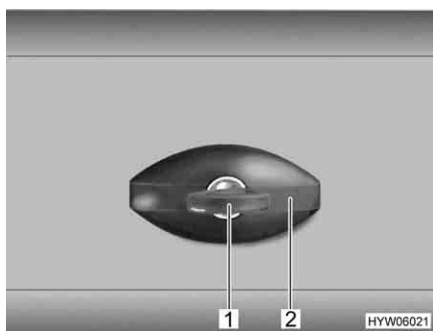

Bild 62 Lucklås, ellipsformat, låst
- Stick in nyckeln i låscylindern (Bild 62,1) och vrid ett kvarts varv moturs. Låshandtaget (Bild 62,2) frigörs.